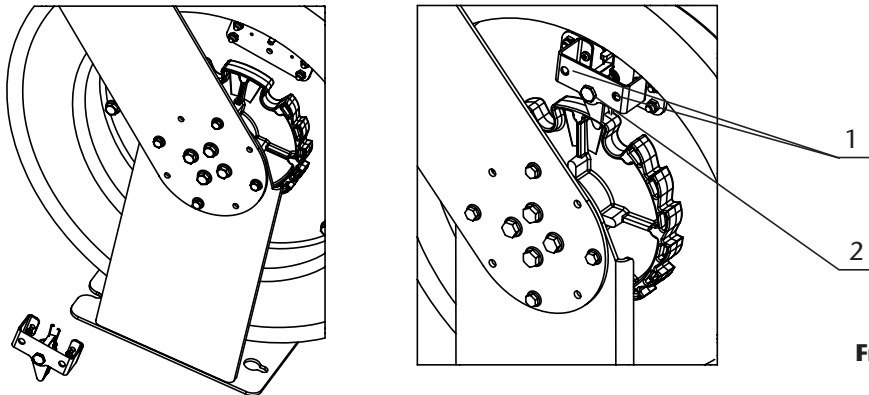

Fig. 6
1. With the hose fully wound on the spool and the hose stopper touching the rollers, remove the screws (1) (fig. 6).
2. Unscrew the ratchet shaft (2) and remove the ratchet assembly.
1. Avec le flexible complètement enroulé sur l'enrouleur et la butée de blocage du flexible touchant la sortie à galets, enlevez les vis (1) (fig. 6).
2. Dévissez la tige du cliquet (2), et retirez le mécanisme.
1. Con la manguera enrollada y el tope de manguera apoyado en los rodillos de salida, desenrosque los tornillos (1) (fig. 6).
2. Desenrosque el eje de trinquete (2), y retire el conjunto de trinquete.
1. Lösen Sie die Schrauben (1) bei eingezogenem Schlauch, wobei der Schlauchstopper auf den Schlauchführungsrollen aufsitzt (Abb. 6).
2. Lösen Sie das Sperrklinkenlager (2) und ziehen Sie das komplette Bauteil ab.